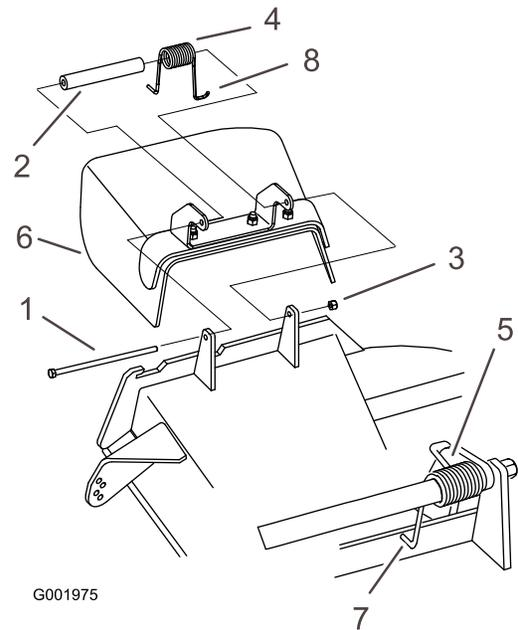

Bild 60
1. Entfernen Sie die Sicherungsmutter, Schraube, Feder und das Distanzstück, mit denen das Ablenklech an den Drehhalterungen befestigt ist (Bild 60). Entfernen Sie defekte oder abgenutzte Ablenkleche.
Hinweis: Achten Sie darauf, dass das **L**-förmige Federende hinter der Mähwerkkannte installiert wird, bevor Sie die Schraube wie in Bild 60 gezeigt einsetzen.
3. Setzen Sie die Schraube und Mutter ein. Führen Sie das **J**-förmige Hakenende der Feder um das Ablenklech (Bild 60).